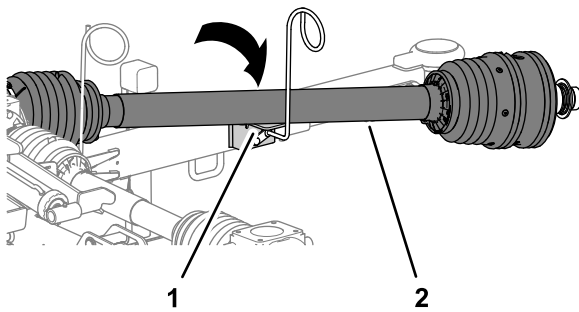

Bild 9
- Bringen Sie die Zapfwelle auf die Antriebswellenablage der Schlauchführung (Bild 9).